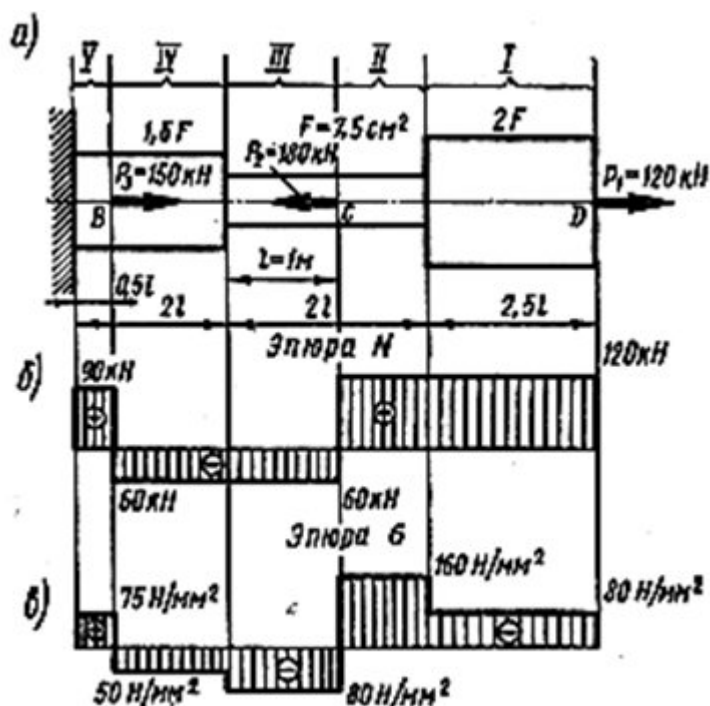

Рис. 2.9
Пример. Для заданного ступенчатого бруса (рис. 2.9, а) построить эпюры продольных сил и нормальных напряжений по его длине, а также определить перемещения свободного конца и сечения С, где приложена сила P_2 . Модуль продольной упругости материала $E = 2,1 \times 10^5 \text{ Н/мм}^2$.
1. Заданный брус имеет пять участков I, II, III, IV, V (рис. 2.9, а). Эпюра продольных сил показана на рис. 2.9, б.
Эпюра нормальных напряжений построена на рис. 2.9, в.